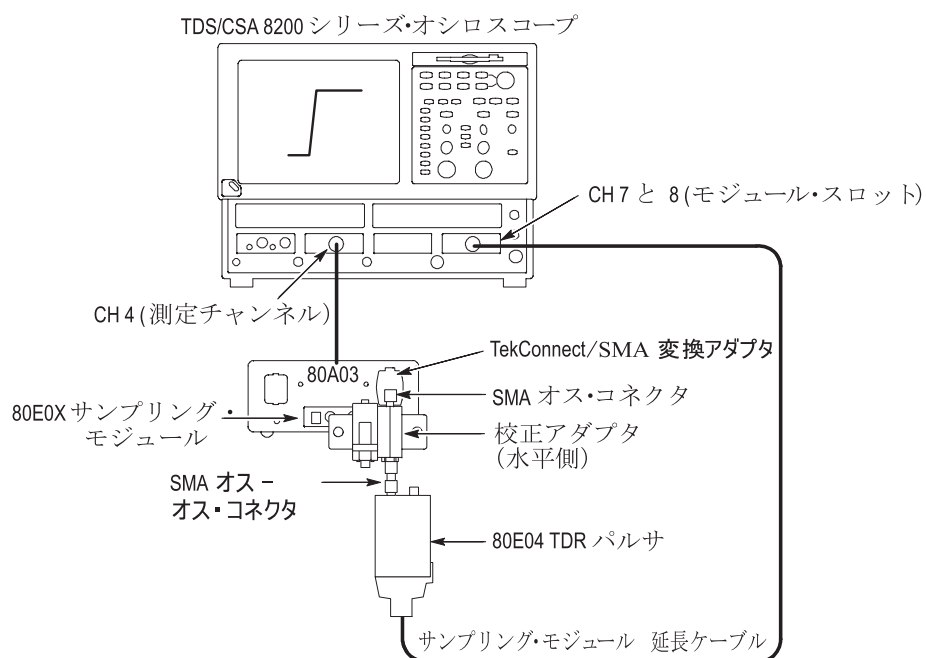

図 15： テスト・システムの立上り時間の構成
1. 図 15 に示すように測定機器を接続します。
8. オシロスコープの水平位置コントロールと垂直位置コントロールを調整して、図 15 に示すような信号を表示します。